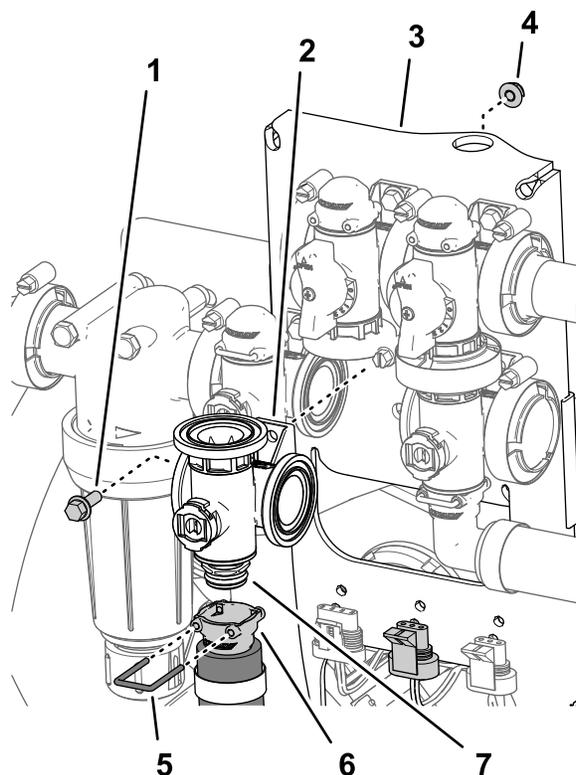

Рисунок 116
- Снимите держатель, который крепит быстроразъемное гнездо к быстроразъемной муфте коллектора клапана перемешивания (Рисунок 116).
- Отверните болт с фланцевой головкой (¼ x ¾ дюйма) и фланцевую контргайку (¼ дюйма), с помощью которых клапан перемешивания присоединяется к опоре крепления клапанов, и снимите коллектор клапана с машины (Рисунок 116).